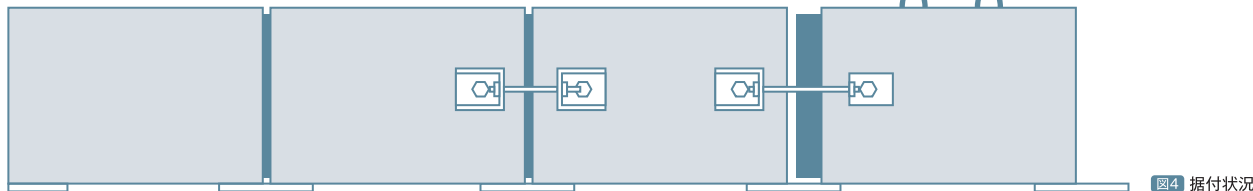

図4 据付状況
- ①図4のように引寄せ治具で引寄せます。
※製品引寄せ比率は図4のように「既設の製品重量>新たに据える製品重量」になるよう引寄せ治具の本数を調整します。